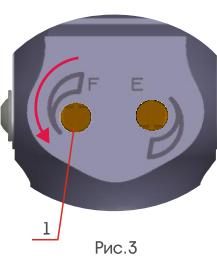

Рис.3
- ① - дефект настройки - заброс голени в фазе переноса (фото 2);
② - положение голени при правильной настройке.
- затруднить сгибание голени, поворачивая регулировочный дроссель 1 против часовой стрелки (рис.3).